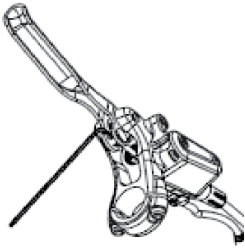

Abbildung 3-1 Einstellung des Abstandseinstellschraubens
1. Bei der Verwendung eines 2mm-Inbusschlüssels zum Einstellen vergrößert sich der Abstand durch Drehen im Uhrzeigersinn (maximal etwa 100 mm), während sich der Abstand durch Drehen gegen den Uhrzeigersinn verringert (minimal etwa 80 mm, wie in Abbildung 3-1 gezeigt).